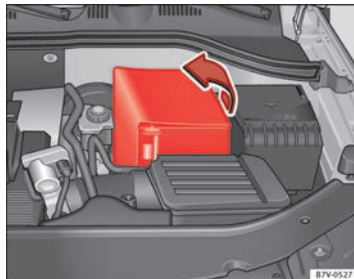

Abb. 176 Im Motorraum: Aufklappen der Manschette der Fahrzeugbatterie.
- *Bei einer Manschette:* Die Abdeckung zur Seite wegklappen ⇒ Abb. 176.